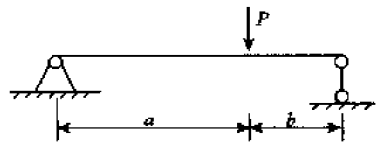

图 2-2
6. 图 2-2 所示简支梁受集中力作用,其最大挠度 f 发生在_____。